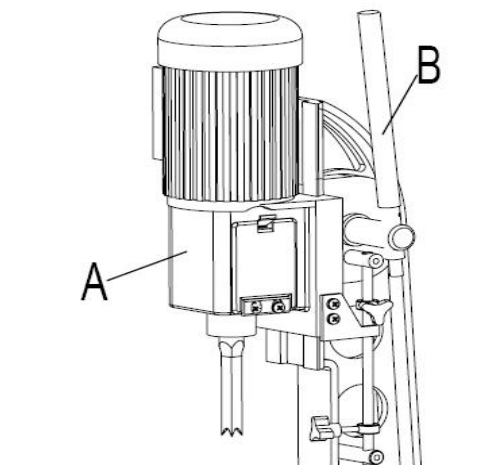

Fig. 9
La tête (A) Fig. 9, est soulevée et abaissée au moyen du levier (B). Pour un effet de levier maximal pendant l'opération de mortaisage, le levier (B) peut être repositionné en retirant le moyeu (C) de l'ensemble levier et en repositionnant le moyeu sur l'arbre du pignon .